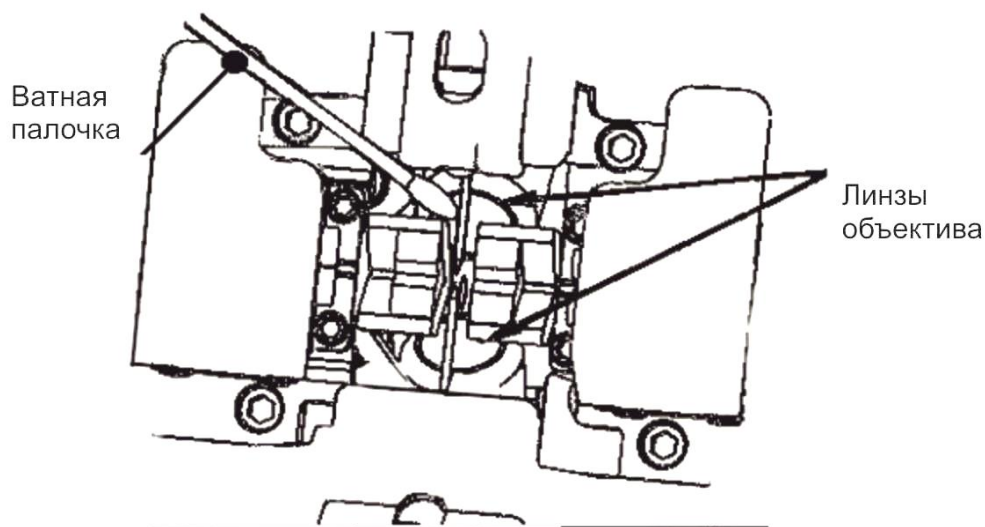

Рис. 4-6
- 3) Аккуратно очистите поверхность линзы с помощью тонкого ватного тампона, смоченного в спирте, как показано на Рис. 4-6. Двигайте тампон по спирали, начиная от центра линзы к ее краям. Удалите излишки спирта с помощью сухого ватного тампона.